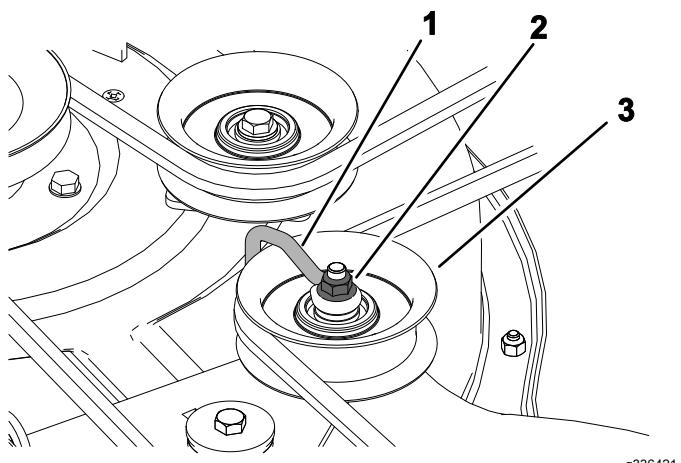

Figura 56
6. Per piatti di taglio pressofuso, allentate il dado che fissa il filo sagomato alla puleggia tendicinghia (Figura 56).
- Nota:** Posizionate il filo sagomato contro il braccio del tendicinghia come mostrato nella Figura 56.